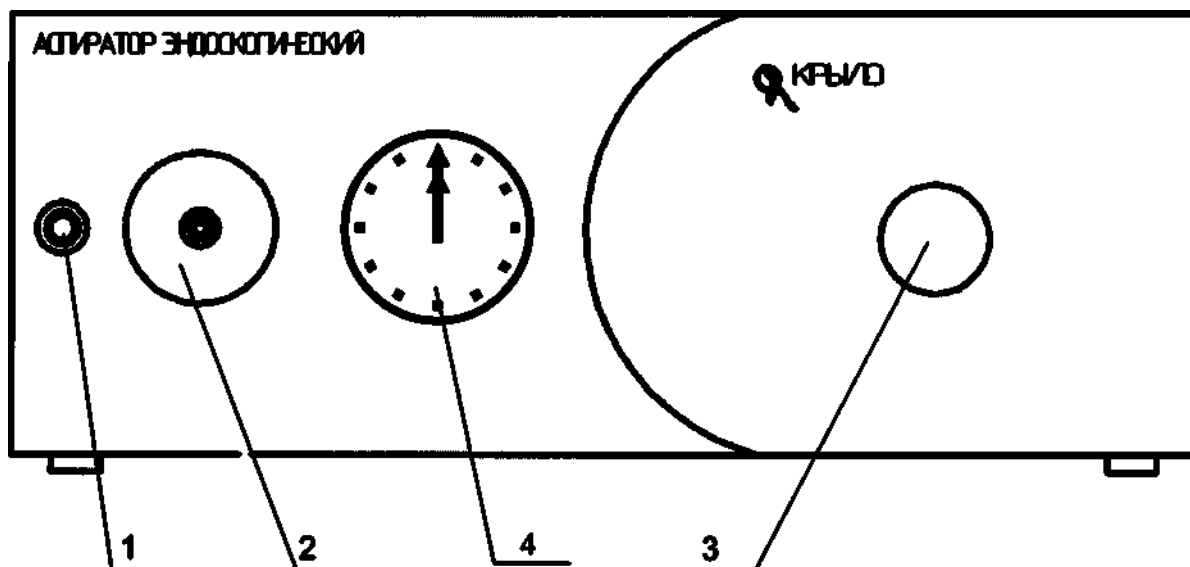

Рис. 1.
3.1.6 На лицевой панели блока управления аспиратора (рис.1) расположены:
7.6 Включите блок управления аспиратора кнопкой 1 на передней панели прибора (рис.1) (или от блока управления шейвера). Величину разрежения показывает вакуумметр.